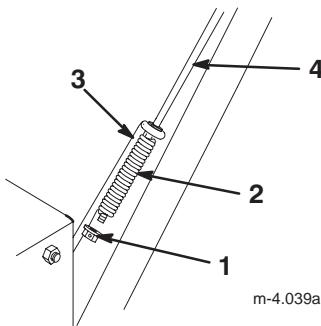

Figure 7
- Glissez le ressort sur le bas de la tige de traction supérieure (Fig. 7).
- Vissez un contre-écrou à embase (embase vers le haut) sur le bas de la tige de commande de traction supérieure, sous le ressort (Fig. 7).